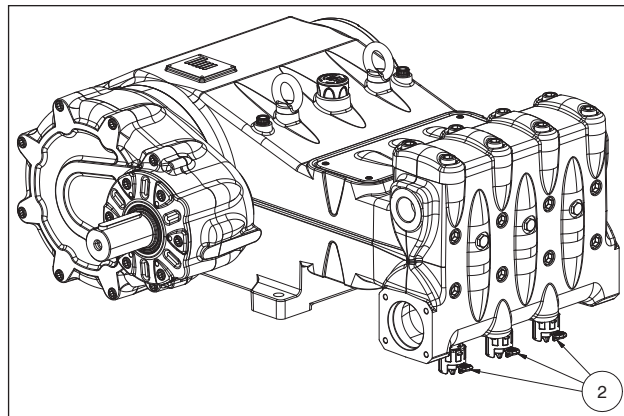
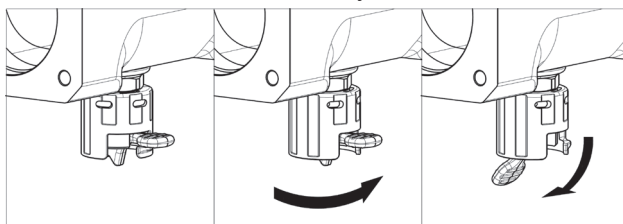

Fig. 9
Fig. 10
**Em caso de armazenamento prolongado ou inatividade por longos períodos, verifique o bom funcionamento das válvulas de aspiração, abrindo os três dispositivos levantadores (veja pos. ② Fig. 9). Certifique-se de ter fechado as válvulas antes de acionar a bomba. Para as posições de "trabalho" e de "repouso", veja Fig. 10.**